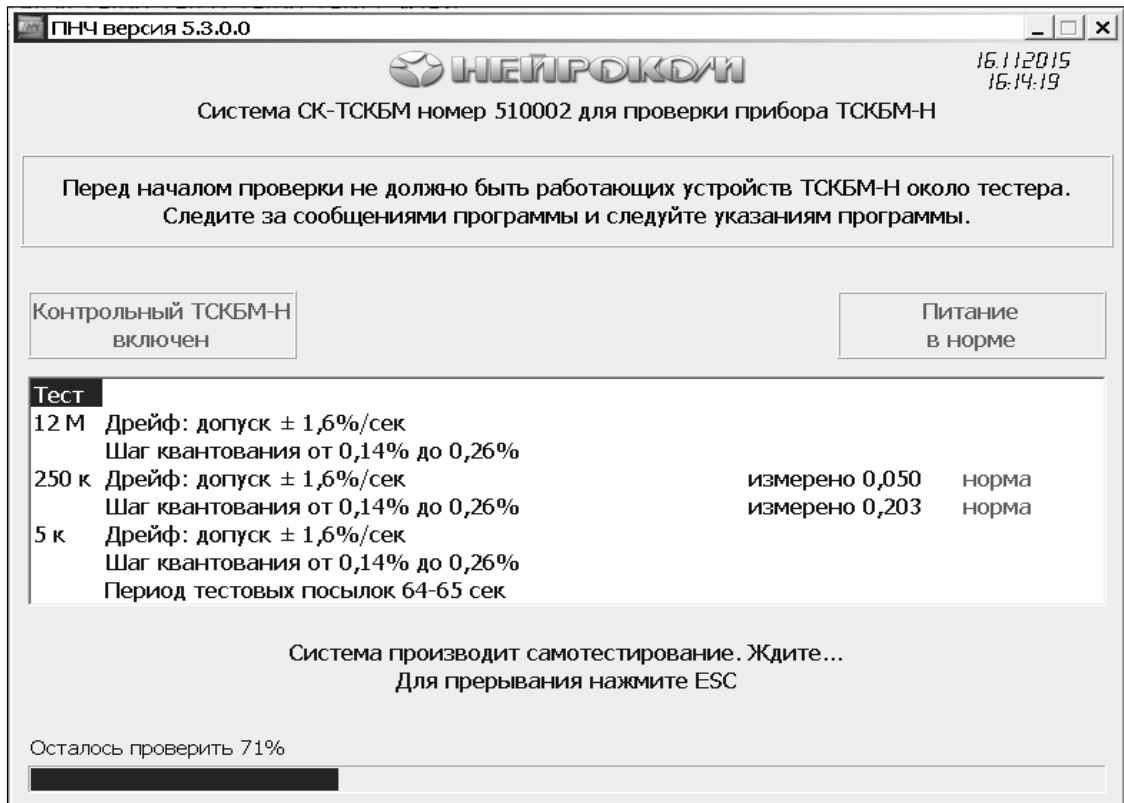

Рисунок 2.27 - Окно программы контроля прибора ТСКБМ-Н: Самотестирование
- 3) Нажмите кнопку **Старт**. Когда программа запросит ввести заводской номер прибора – введите его и нажмите кнопку **Готово**. Должна появиться панель контроля прибора ТСКБМ-Н. При первом запуске программы проверки ТСКБМ-Н текущего дня она автоматически проводит самотестирование (см. рисунок 2.27). По окончании самотестирования в поле панели контроля должно появиться сообщение «Самотестирование в норме».